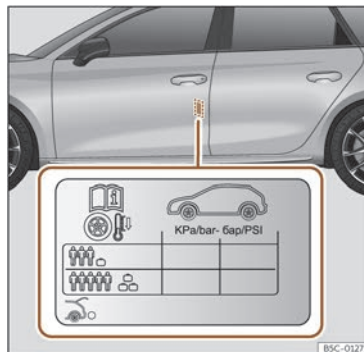

Fig. 229 Ubicació de l'adhesiu de la pressió d'inflament dels pneumàtics.
- Adapteu la pressió dels pneumàtics a la càrrega que porta el vehicle»» **fig. 229**.
Els valors de la pressió d'inflament s'indiquen a l'etiqueta adhesiva situada a la zona posterior del marc de la porta davantera esquerra »» fig. 229.
La pressió dels pneumàtics s'ha d'adaptar a la càrrega actual del vehicle. Si el vehicle anirà carregat al màxim, heu d'augmentar la pressió d'inflament al valor màxim de càrrega indicat a l'etiqueta adhesiva »» fig. 229.
bar de pressió segons s'indica a l'etiqueta de pressió dels pneumàtics »» fig. 229.
- El conductor és responsable que tots els pneumàtics del vehicle estiguin inflats a la pressió correcta. La pressió d'inflament recomanada s'indica en un adhesiu »» fig. 229.
- Amb els pneumàtics en fred, s'ha de mantenir sempre la pressió indicada a l'adhesiu »» fig. 229.